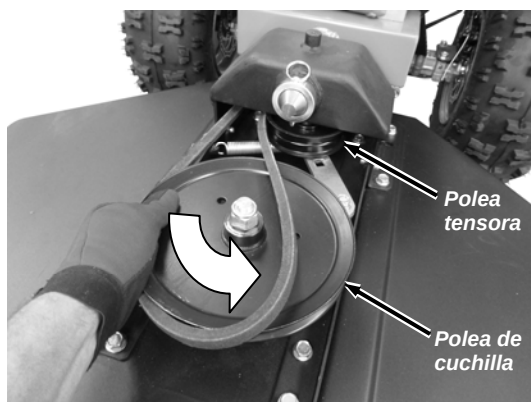

Figura 42
7. Introduzca la correa en la ranura de la polea de la cuchilla y gire la polea mientras guía la correa alrededor y dentro de la ranura de la polea (**Figura 42**).